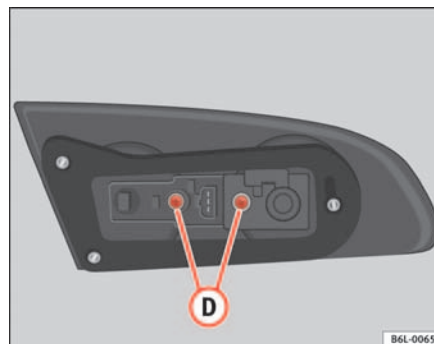

Abb. 156 Zugang zur Lampe
- Die Schrauben **(D)** ⇒ Abb. 156 herausdrehen und die Lampenfassung herausziehen.